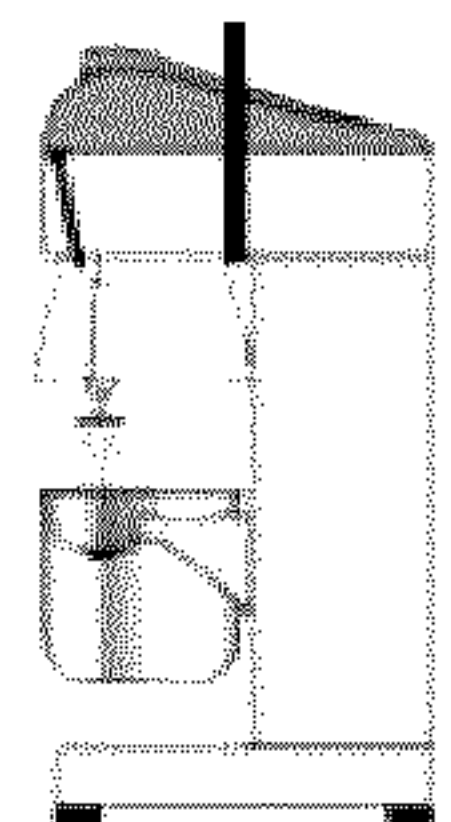

Рис. 3
- пропустить два ремня через верхнюю часть машины (Рис. 3).